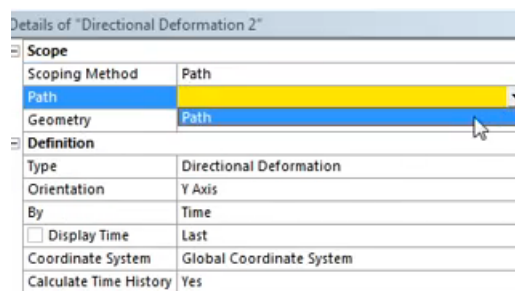

Рис. 20.
*Details of Deformation2* → *Path* → *Path* (рис. 20)